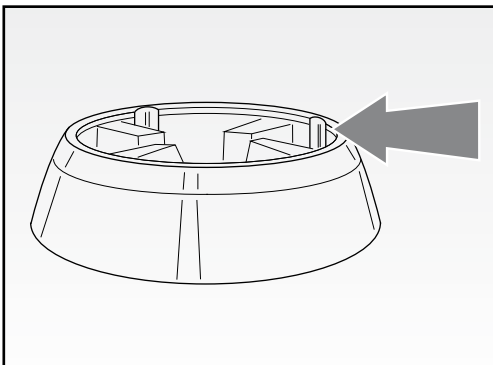

Fig. 10
- assicurarsi che il nuovo adattatore sia posto alla stessa altezza rispetto al supporto per il giunto (fig. 10).